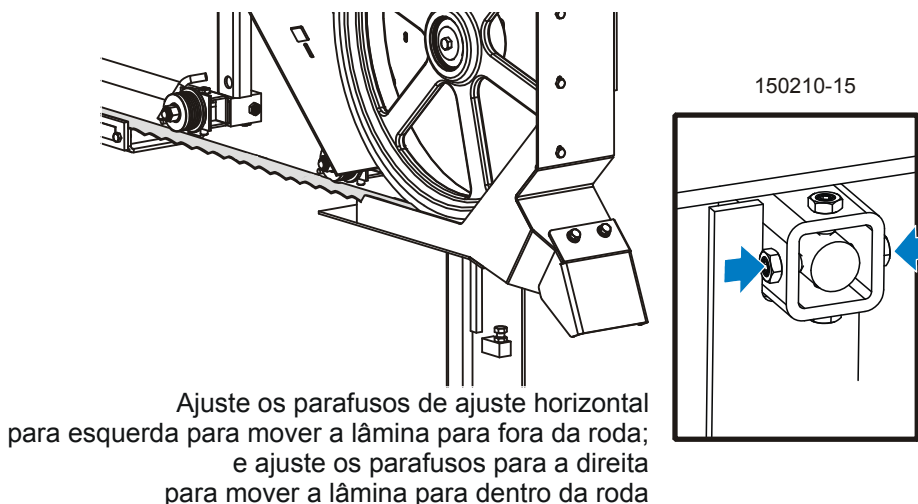

FIGURA 8-15.
**Consulte a figura 8-15.** Use os parafusos de ajuste horizontal para ajustar a roda da lâmina do lado de acionamento. Para mover a lâmina para trás na roda, solte o parafuso de ajuste direito 1/4 de volta. Solte a contraporca do parafuso de ajuste esquerdo e aperte o parafuso. Aperte as contraporcas esquerda e direita.